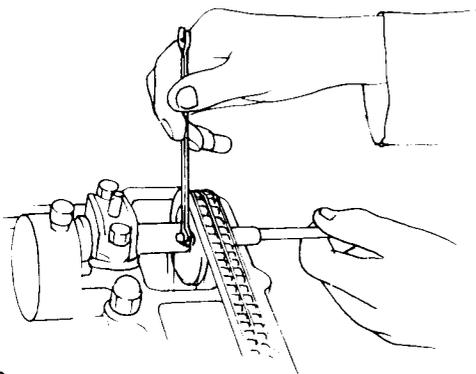

Bild 58
- Falls die Nockenwellenflucht nicht stimmt, obwohl die Riemenscheibenmarkierung ausgerichtet ist, die Schraube des Nockenwellenrades lockern und den Verbindungsflansch zwischen Kettenrad und Nockenwellenflansch entfernen. Dazu die Schraube auf einer Seite gegenhalten (Bild 58).